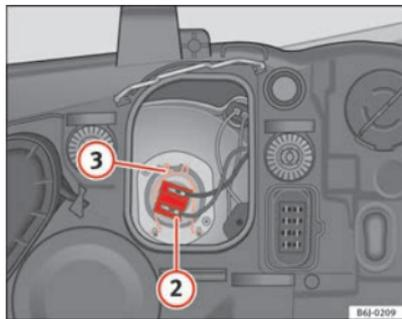

Abb. 133 Abblendlicht
- Ziehen Sie den Stecker ⇒ Abb. 133 (2) von der Lampe ab.
- Die Haltefeder ⇒ Abb. 133 (3) durch Eindrücken und Rechtsdrehung abnehmen.